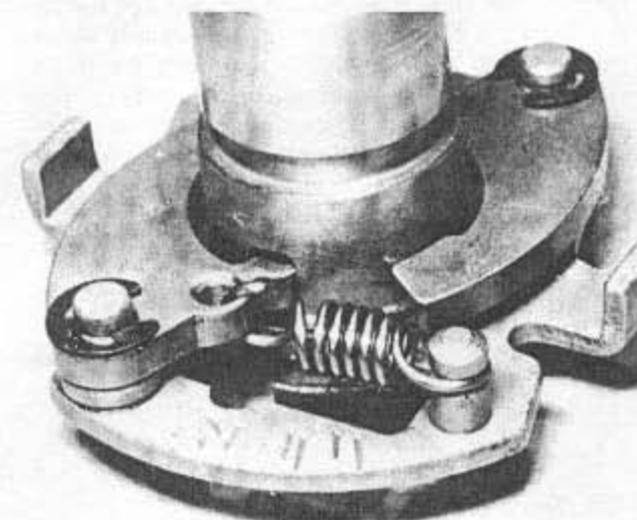

Bild 218 Unterbrechernocken auf Riefen überprüfen; Fliehkewichte und Federn dürfen nicht verschlissen sein
- Der Fliehkraftregler lässt sich nun abziehen. Man beachte den Mitnehmerstift, auf welchem er sitzt und von dem er «angetrieben» wird. Die Regler besitzen Fliehgewichte, welche sich mit zunehmender Fliehkraft gegen die Spannung der kleinen Federn nach aussen bewegen. Die Fliehgewichte müssen sich auf ihren Lagerzapfen leicht bewegen lassen. Die Zapfen sind immer leicht geschmiert zu halten. Die Spannfedern müssen sich in einwandfreiem Zustand befinden (Bild 218).